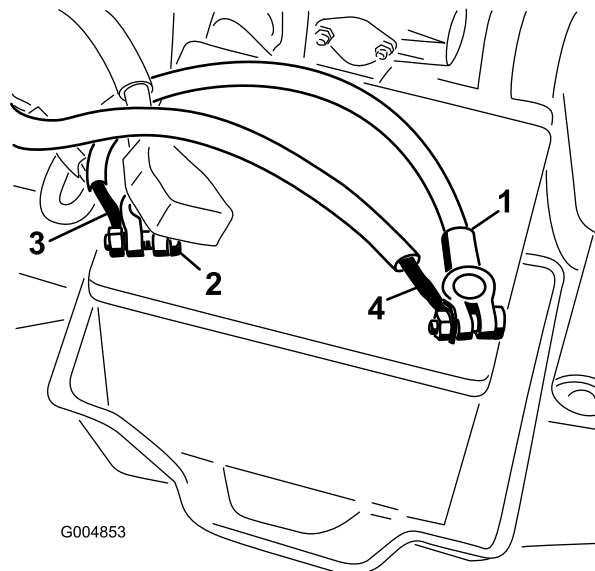

Figure 29
8. Connectez le fil fusible à la borne positive de la batterie (Figure 29).
9. Connectez le fil négatif à la borne négative de la batterie (Figure 29).